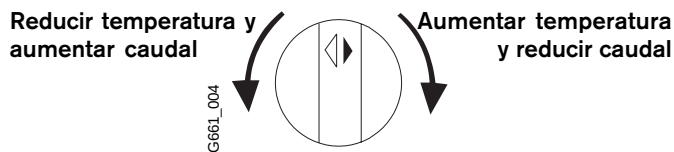

Fig. 10 - Principios de funcionamiento
Cierre la palanca manual del conducto de suministro de gas al calentador y coloque el interruptor On/Off en la posición OFF (O), véase la Fig. 10.
1. El interruptor On/Off no está en "On" (posición "●"). El interruptor On/Off está situado detrás de la cubierta móvil de la banda del panel frontal. Véase la fig. 10.